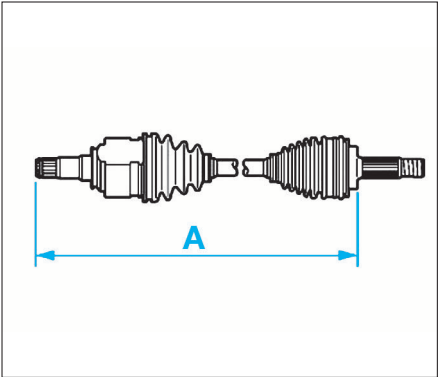

FIG. 1
Longueur des transmissions (A) (Fig.1)